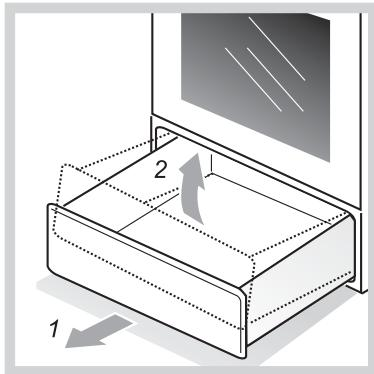

Рис.10
- Плиты выпускаются двух исполнений: с выдвижным ящиком и с откидной дверцей. Чтобы открыть дверцу, ее нужно приподнять вверх и наклонить на себя (рис.10).
- Как достать ящик, показано на рис.10.